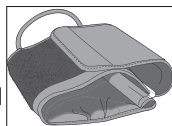

Fig. 2
2. Con las palabras en el interior del manguito, pase el extremo del manguito a través de la barra metálica, Fig. 1. El extremo del manguito debe poder doblarse sobre sí mismo para fijarlo con el cierre de velcro, Fig. 2.